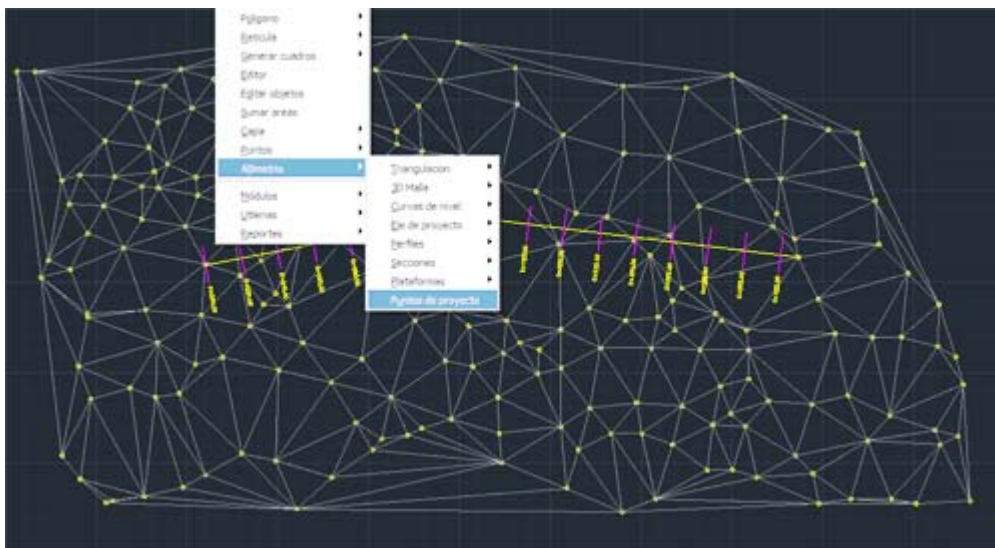

Fig. 1: Perfiles y secciones de proyecto
1. Realice el ejercicio para producir perfiles y secciones de proyecto descrito anteriormente (Fig. 1).